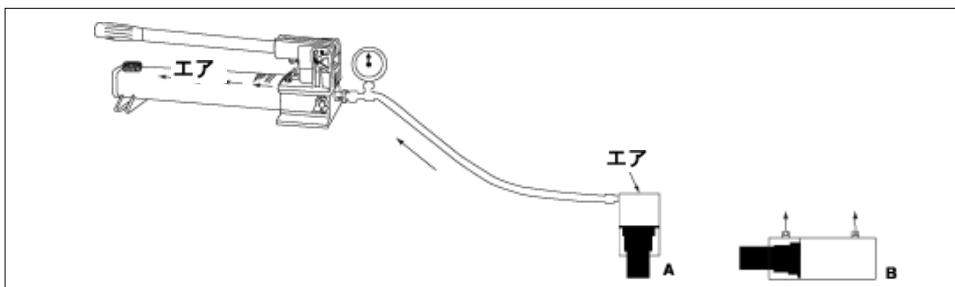

図9
シリンダシステムからエアを抜くと、シリンダの前進、戻りがスムーズになります(図9参照)。
- ピストン側を下にして(引きシリンダ使用の場合は上)シリンダを置きます。下の図9参照。
- シリンダを水平な位置に置きます。図9参照。